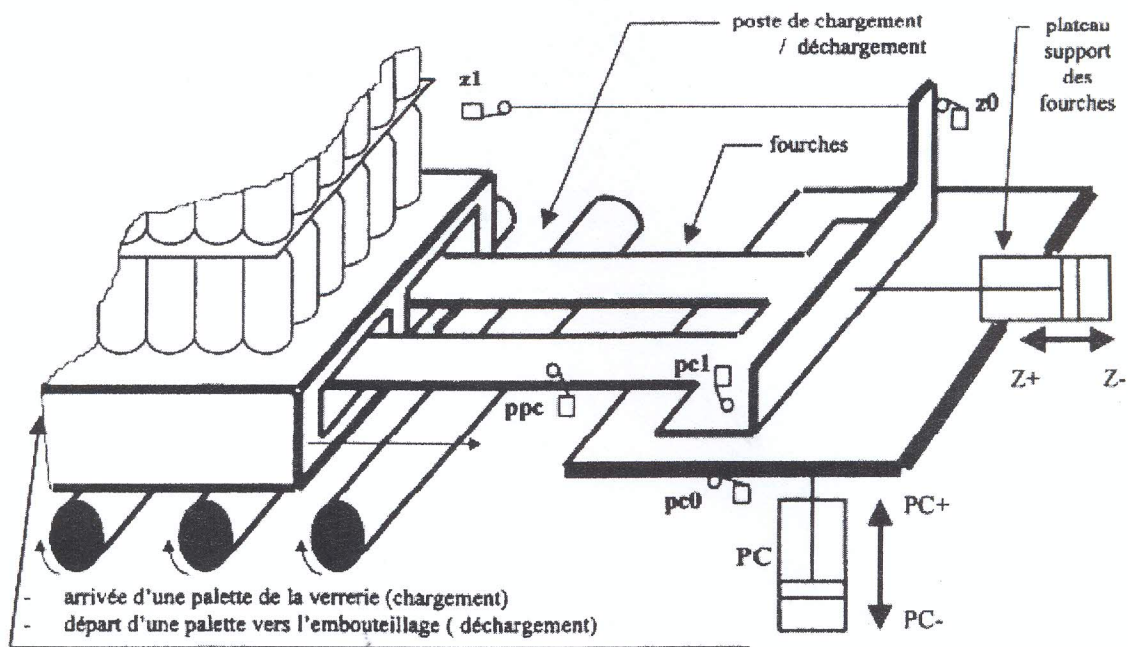

Figure 2 : Détail des fourches du transfère
- Charger cette palette à l'aide des fourches (voir figure 2) en commandant la montée du vérin double effet **PC**, afin de soulever la palette de quelques centimètres et de supprimer ainsi le contact avec le convoyeur.